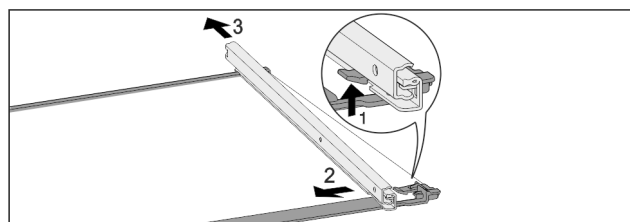

Fig. 52 Скляна пластина з рейками
- ▶ Натиснути передній гачок-фіксатор вгору. Fig. 52 (1)
- ▶ Виштовхніть виїзну рейку в сторону Fig. 52 (2) та назад Fig. 52 (3).